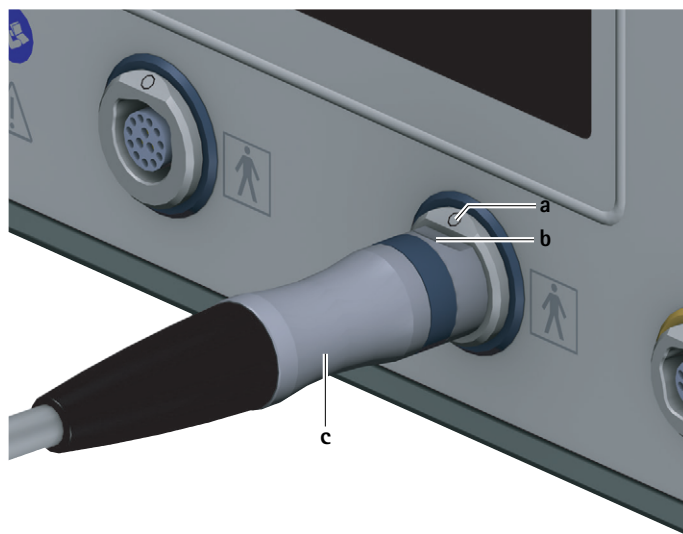

Fig. 3 Ligar cabo de motor
- ▶ Alinhar a ficha da unidade de controlo c no cabo de motor de tal forma que a marcação b na ficha coincida com a marcação a na tomada de ligação da unidade de aplicação 7, ver Fig. 3.
- Retirar o cabo de motor na ficha para a unidade de controlo **c** da tomada de ligação para unidades de aplicação **7**, ver Fig. 3.